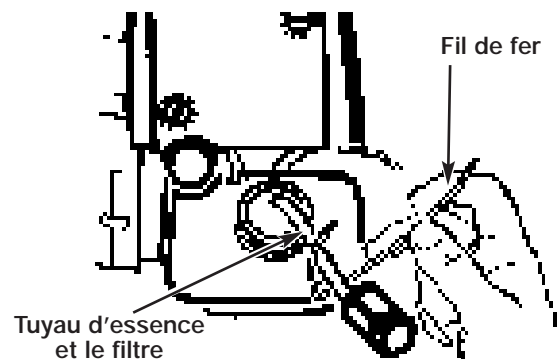

Fig. 22
1. Sortir le tuyau d'essence et le filtre du réservoir. Un fil de fer avec un crochet au bout peut être facilement utilisé (Fig. 22).